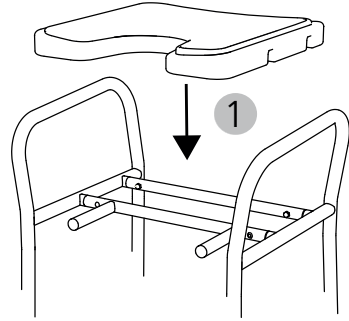

Abb. 7
3. Coloque el asiento de manera que coincida con las piezas de unión y presiónelo hacia abajo hasta que encaje en las piezas de unión haciendo clic (fig. 7, 1). El montaje del taburete 9402-A ya ha terminado.